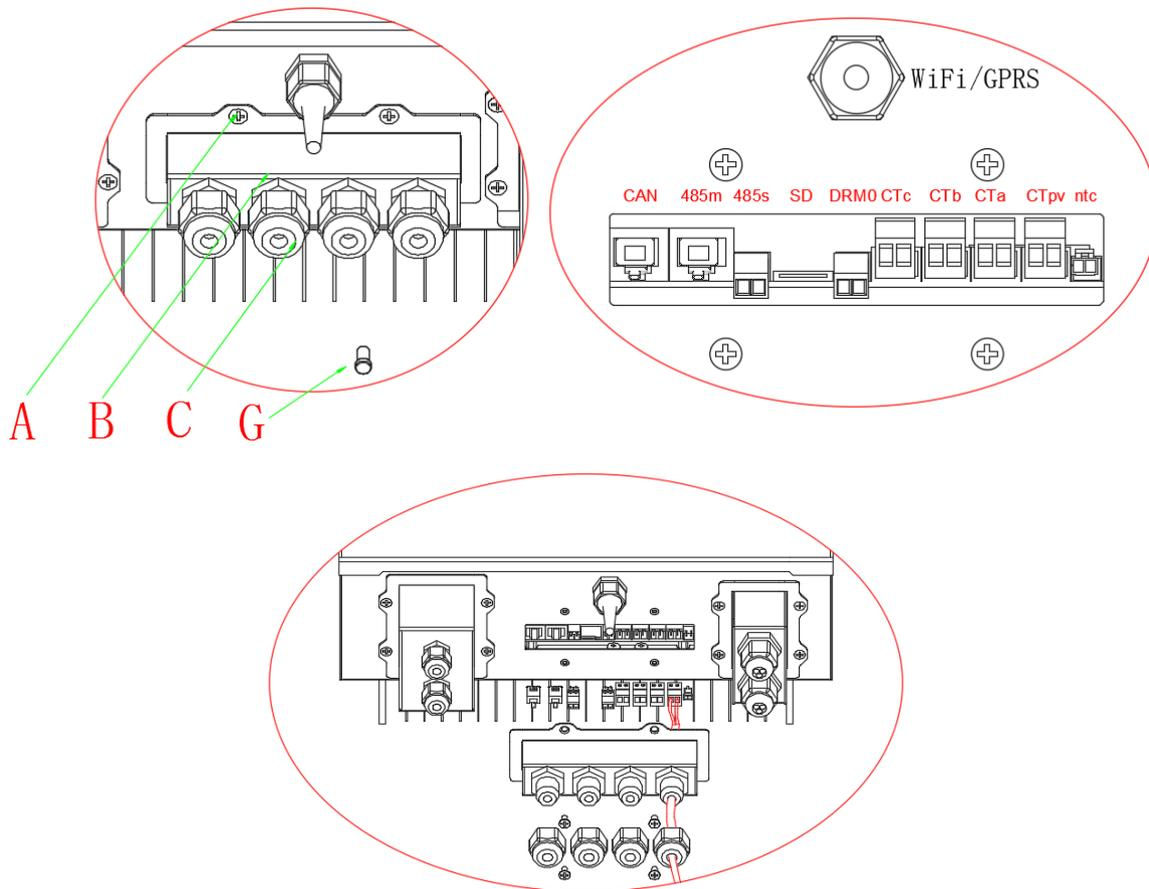

Figura 13 - connessioni dei cavi CT per le sonde di corrente
- 3) Allentare le 4 viti (A) del coperchio centrale con un cacciavite a stella (figura 13).
- 4) Rimuovere il coperchio impermeabile (B), allentare i pressacavo (C), quindi rimuovere lo stopper (G).